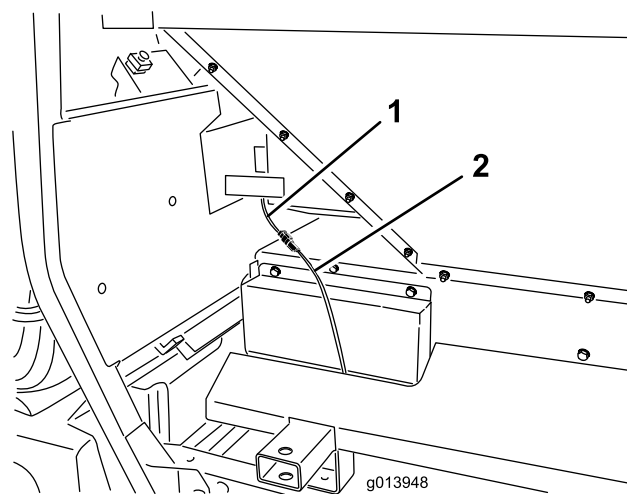
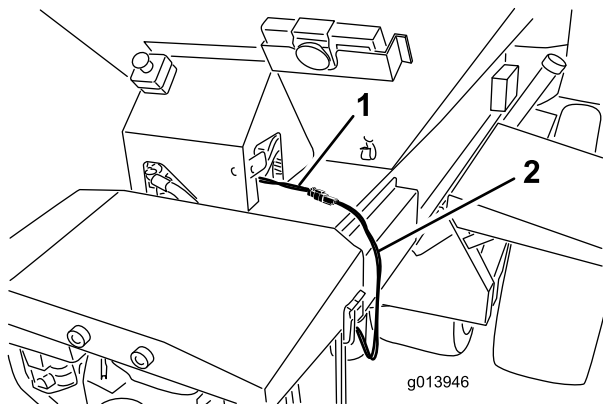

Figura 19
Figura 18
45. Enchufe el arnés de cables intermedio en el arnés el alimentación de la ProPass (Figura 18 o Figura 19).